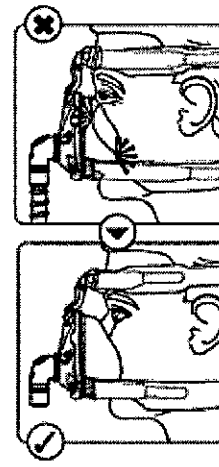

Figura 10
- El error más común es apretar en exceso el arnés. El arnés debe ajustarse de forma holgada y cómoda. Si su piel sobresale alrededor de la mascarilla o si aprecia marcas rojas en su rostro, afloje el arnés. Si observa marcas rojas o si la mascarilla le deja marcas en la piel, afloje las correas del arnés (Figura 10)
1. Apriete las lengüetas de liberación rápida B (Figura 10)